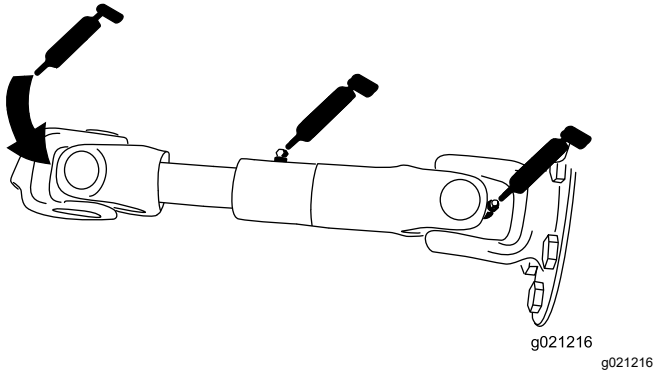

Bild 73
- Pumpenantriebswelle (3) (Bild 73)